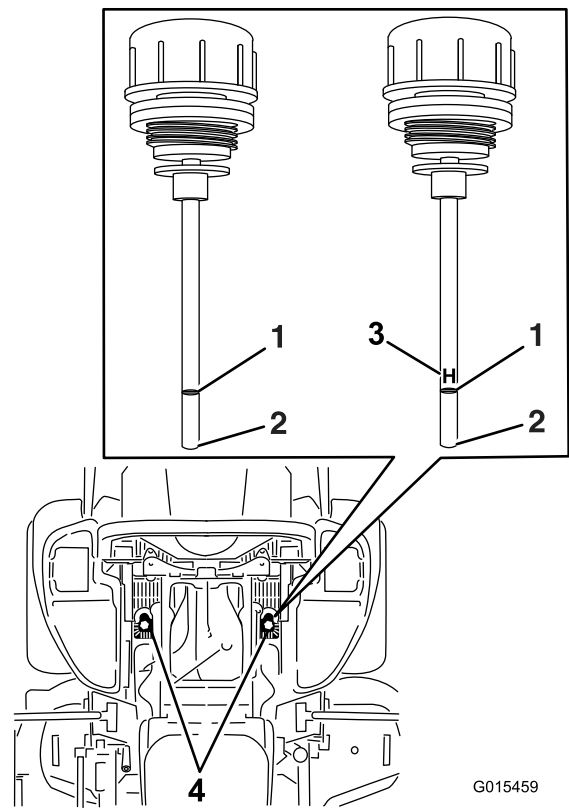

Figure 82
6. Nettoyez la surface autour des jauges des réservoirs du système hydraulique (Figure 82).
7. Sortez une jauge du réservoir hydraulique (Figure 82).
9. Ressortez la jauge et examinez son extrémité (Figure 82). Si le niveau d'huile atteint le repère minimum (ADD), versez lentement une quantité d'huile suffisante dans le réservoir hydraulique jusqu'à ce que le niveau atteigne le repère maximum ou **H**.